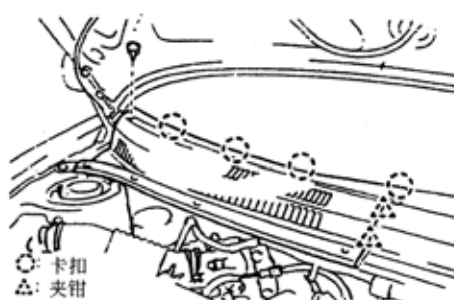

图 9-139
5)拆下发动机罩右侧通风孔百叶窗。用卡扣拆卸工具，拆下 3 个夹钳，松开 4 个卡扣，然后拆下发动机罩右侧通风孔百叶窗，如图 9-139 所示。